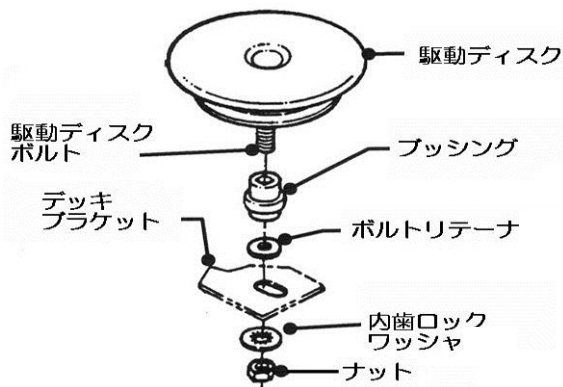

図6-15
- 駆動ディスクのねじの端部をマイナスドライバで押えて、ナットと内歯ワッシャを取り外します。(図6-15)